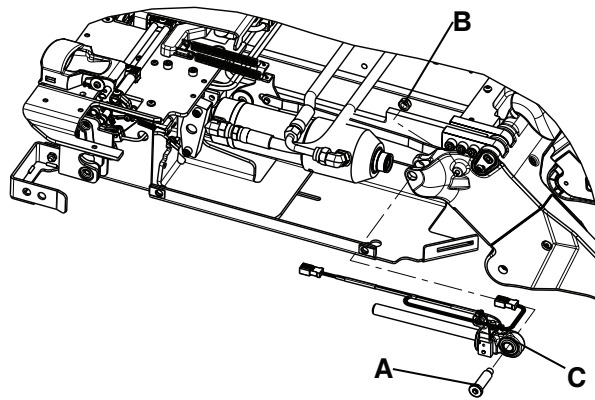

Figure 23 – Ensemble d'extrémité de tige du vérin hydraulique
4. À l'aide d'une clé à six pans de 1/4 po et d'une clé mixte de 1/2 po, retirer l'axe à épaulement du vérin (A) et l'écrou (B) (Figure 23). Conserver l'axe à épaulement du vérin et l'écrou.
6. Soulever le vérin, tout en tirant l'ensemble d'extrémité de tige du vérin hydraulique (C) vers l'extérieur (Figure 23). Jeter l'ensemble d'extrémité de tige du vérin hydraulique.